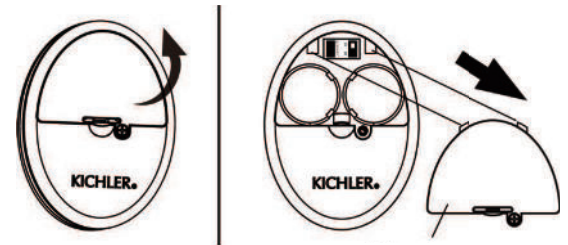

Figura 26
Paso 1. Con un destornillador, quite la tapa de la batería del control remoto y guarde el tornillo para usarlo más adelante. (Figura 26)